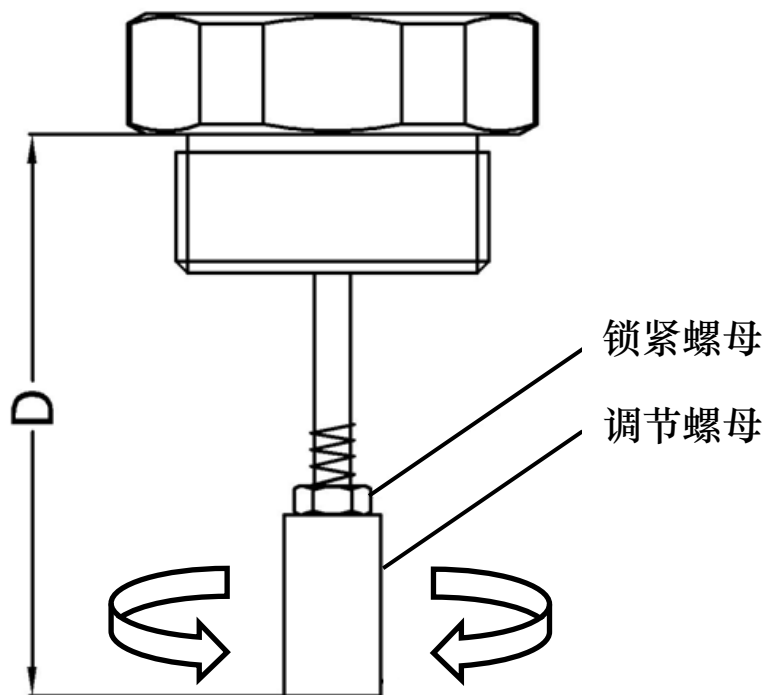

图39. 调节 D 值
- 调节位移传感器的调节螺母, 然后在位移传感器完全松开状态下用深度尺测量 D 值 (图 39 中标注所示)。计算压缩量 $L1 = D - C1$, $L2 = D - C2$ 。建议尽可能使 L1 和 L2 的值在下表所示的参考范围内。如果 L1 或 L2 的值无法满足在下表所示的参考范围内, 则可根据实际情况调节 D 值。